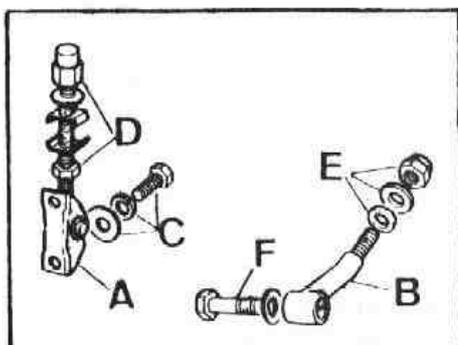

Fig. Q1-17 Elementos de sujeción del parabrisas
- 1.3. Aflojar las tuercas, D (Fig. Q1-17) de las tirantas, A, del parabrisas.
- 1.4. Extraer los tornillos, F (Fig. Q1-17) de retención de los soportes de abatimiento, B, del parabrisas y retirar éste del vehículo.